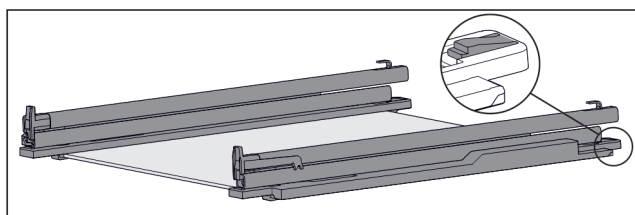

Fig. 116 Glashylla med skenor och fästdelar
- Tryck ned bakre fästdel (se Fig. 116) och skjut samtidigt skena bakåt.